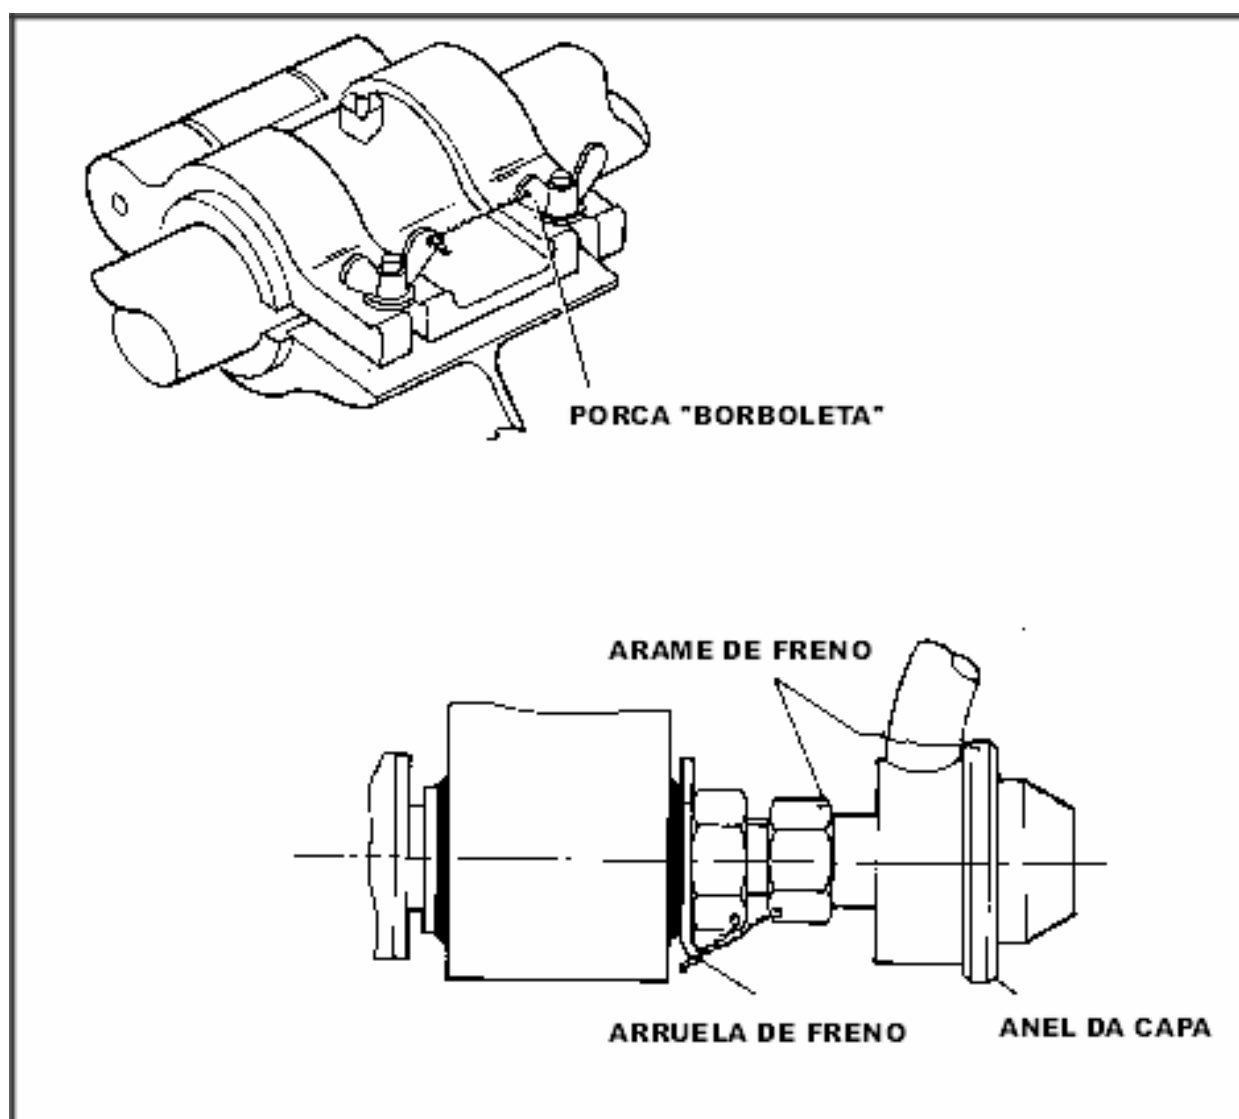

Fig. 2 – Frenagem do atomizador e seus componentes
1. As duas porcas "borboleta" do suporte devem ser igualmente apertadas com um torque de aproximadamente 0.7 nm (0.5 lb ft) e frenadas juntas, usando os orifícios próprios para tal, conforme mostrado na Fig. 2.
2. Aperte a porca de fixação do atomizador (EX1514) com um torque de aproximadamente 14 nm (10 lb ft), segurando a arruela de frenagem (EX1514) com outra chave, de forma a não forçar a bucha de borracha do suporte. Frene a porca utilizando um dos orifícios na arruela de frenagem e o da própria porca, conforme mostrado na Fig. 2.
Aperte a porca de fixação da válvula de diafragma no eixo do atomizador e frene-a, fazendo passar o arame pelo segundo orifício da arruela de fixação (EX1575), como mostrado na Fig.2.